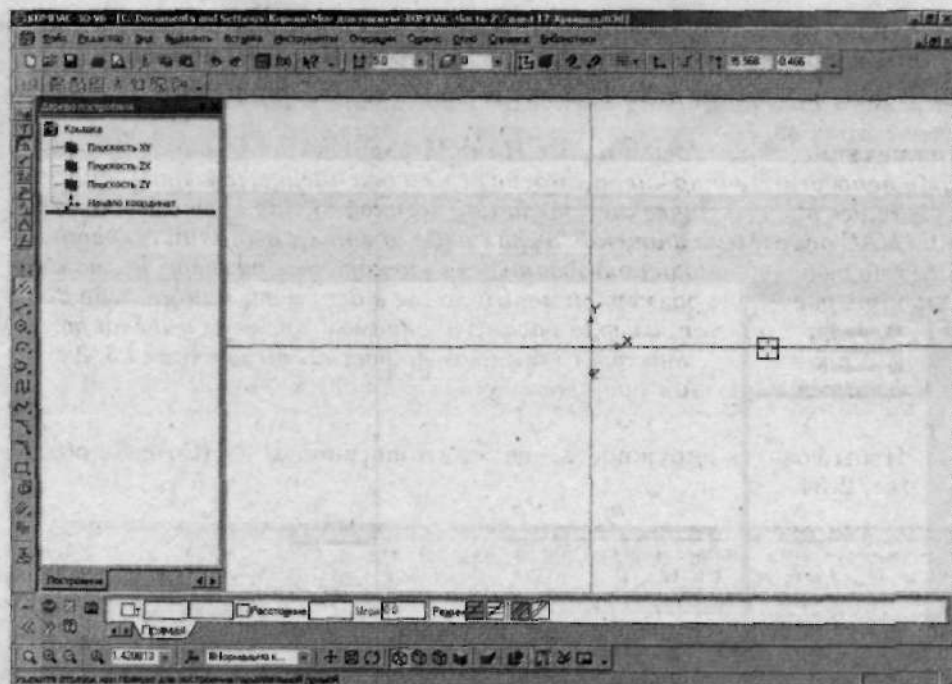

Рис. 2.52. Выберите горизонтальную прямую, проходящую через начало координат
7. Выделите прямую, к которой будет строиться параллельная (рис. 2.52).